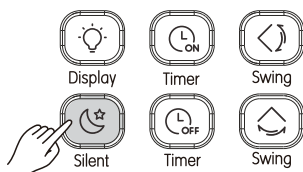

Abb. 3.14
1) Mit einem Druck auf  in der Betriebsart *Cool* (Kühlen) oder *Heat* (Heizen) schalten Sie die Ruhefunktion ein (siehe Abbildung 3.14). Jetzt sehen Sie am Bildschirm das Symbol .